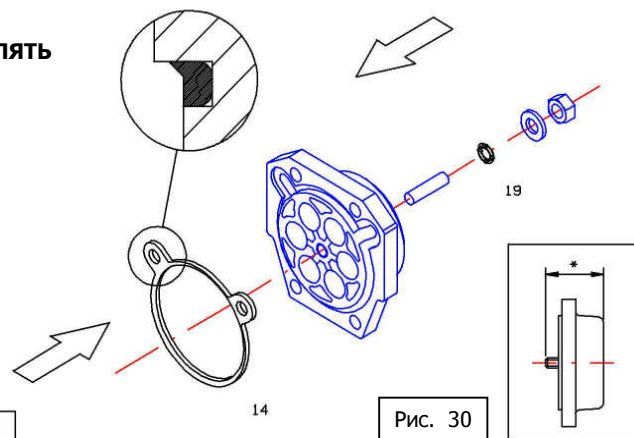

Рис. 30
**10** - Вставить в концевые заглушки новые детали: уплотнители концевых заглушек (дет. 14), кольцо O-ринг (дет.19), см. Рис. 30.